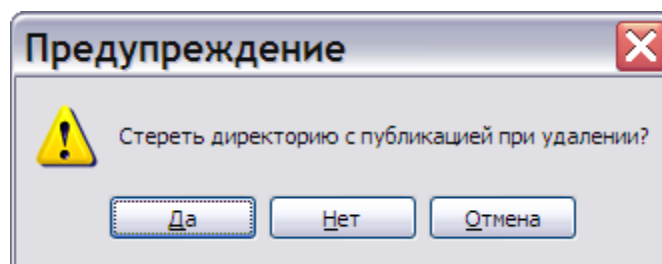

Рис. 210
2. В меню **Публикация** выберите команду **Удалить** (или нажмите клавишу DEL на клавиатуре). После этого откроется окно **Внимание** с вопросом об удалении публикации с диска (Рис. 210).